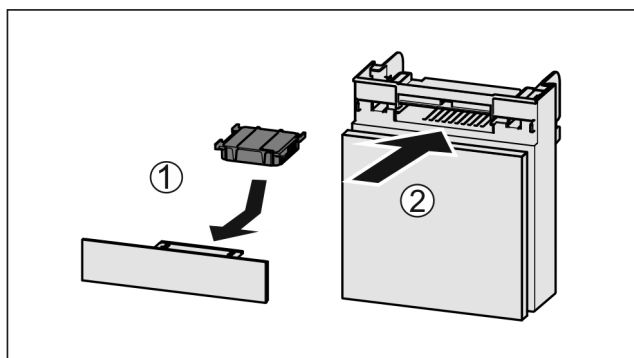

Fig. 148
- Umetnite filter s aktivnim ugljenom kao što je prikazano na slici Fig. 148 (1).
- Umetnite pretinac Fig. 148 (2).